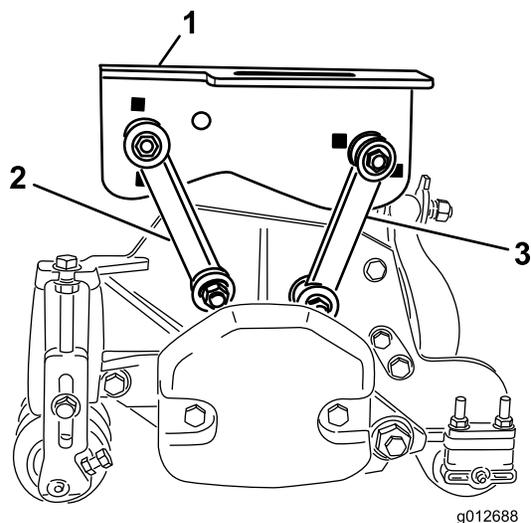

图17
- 如 图 17 所示用螺栓 $\frac{3}{8}$ x 2 $\frac{1}{4}$ 英寸、2 个平垫圈和 1 个锁紧螺母将前安装连杆固定到中间承载架孔中。安装时将垫圈放到连杆的两侧。上紧紧固件扭矩至 42N·m。
- 如 图 17 所示用螺栓 $\frac{3}{8}$ x 2 $\frac{1}{4}$ 英寸、2 个平垫圈和 1 个锁紧螺母将后安装连杆固定到中间承载架孔中。安装时将垫圈放到连杆的两侧。上紧紧固件扭矩至 42N·m。